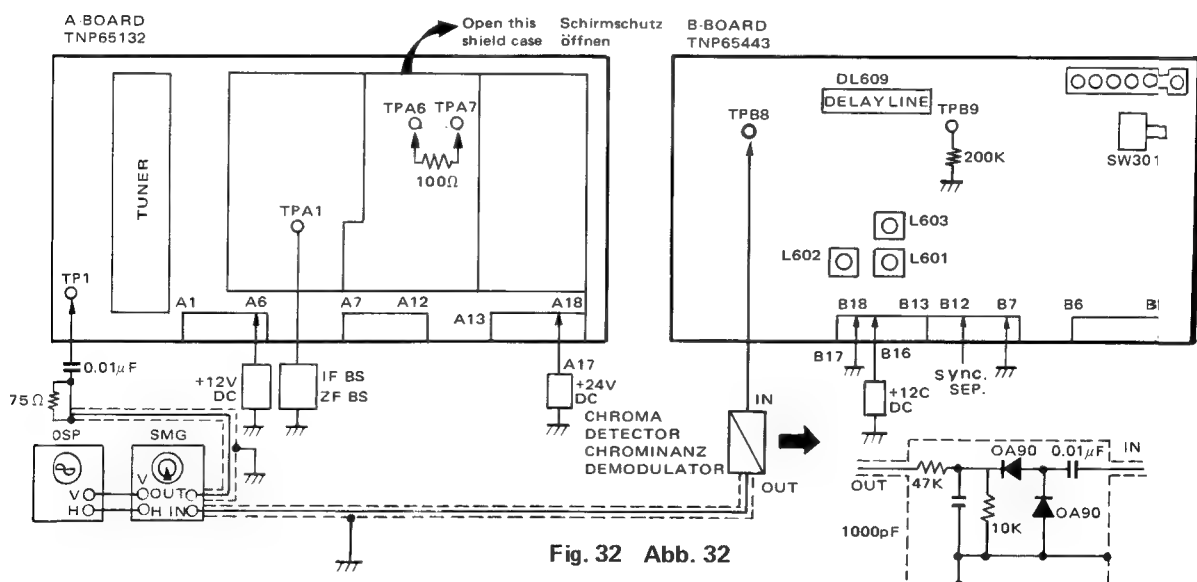

Fig. 32 Abb. 32
Preparation Step (See fig. 32)
9. Connect oscilloscope and chroma sweep generator in fig. 32.
Vorbereitung (s. Abb. 32)
9. Oszillografen und Farb-Wobbler wie in Abb. 32.